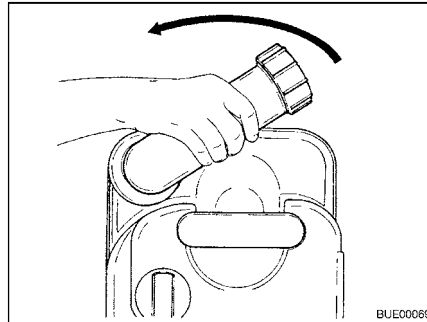

Fig. 289 Tourner la tubulure d'évacuation
- Tourner la tubulure d'évacuation vers le haut (Fig. 289).